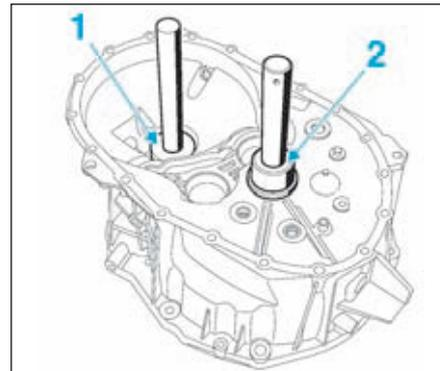

FIG.45
- Reposer (Fig.45) :
- la cuvette de roulement de différentiel à l'aide d'un mandrin de diamètre approprié indice "B" (1).
- la cuvette de roulement d'arbre primaire à l'aide d'un mandrin de diamètre approprié indice "S" (2).